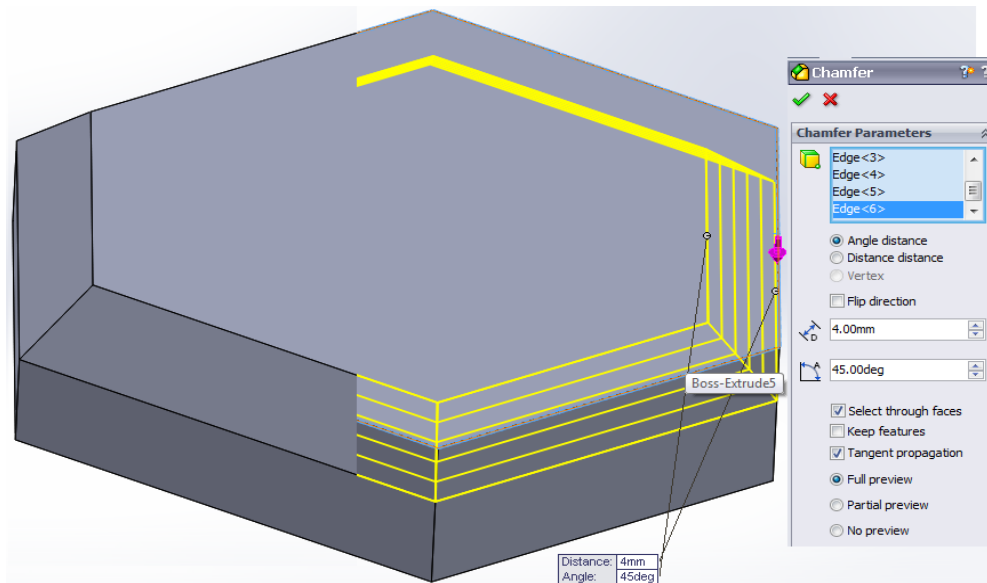

Figura 5.23.
-  **CHAFLÁN RECTO:** Esta herramienta funciona de manera similar a la anteriormente comentada, con la salvedad de que en este caso la modificación de la arista será en forma de ángulo. Para una correcta ejecución se debe determinar dos parámetros, la longitud y ángulo de chaflanado. (Figura 5.23).